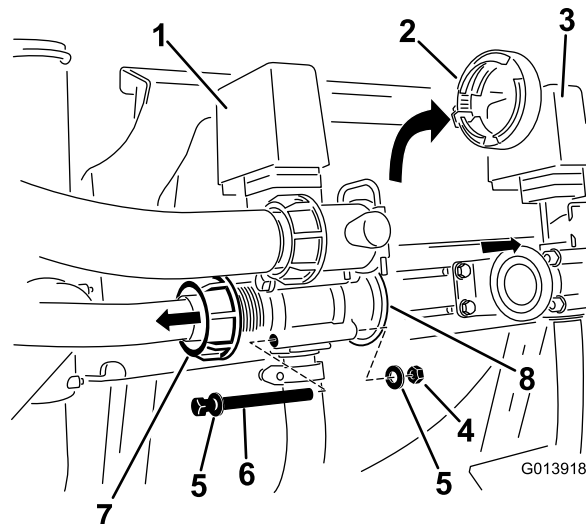

図 4
4. 攪拌バルブ・アセンブリに攪拌ホースを固定しているフライナットを探し出す。フライナットをゆるめて、バルブボディをゆるめるためのスペースを作る(図 4)。
6. バルブボディからアダプタを外す(図 4)。